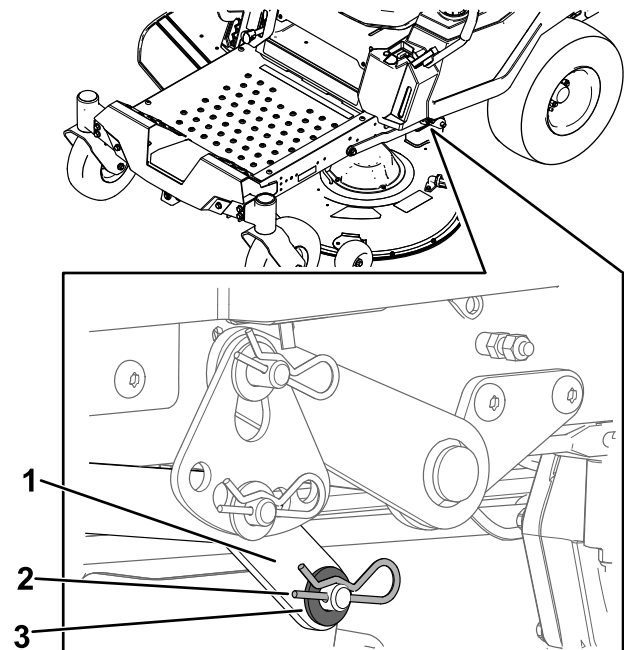

Figure 68
6. D'un côté de la machine, retirez la rondelle et la goupille fendue de l'axe du tablier (Figure 68).
- Déposez le bras de levage de l'axe du tablier (Figure 68).
- D'un côté de la machine, soulevez l'arrière du tablier de coupe et installez le bras de levage sur l'axe du tablier (Figure 68).
- Installez le bras de levage avec la rondelle et la goupille fendue (Figure 68).